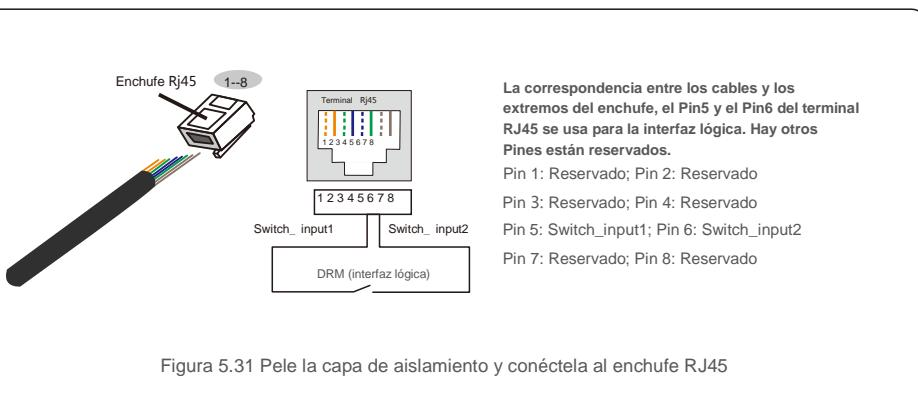

Figura 5.31 Pele la capa de aislamiento y conéctela al enchufe RJ45
2. Utilice el pelacables de red para pelar la capa de aislamiento del cable de comunicación. De acuerdo con la secuencia de línea estándar de la figura 5.31, conecte el cable al enchufe de RJ45 y luego use una herramienta para crimpas cables de red y ajustarlo.